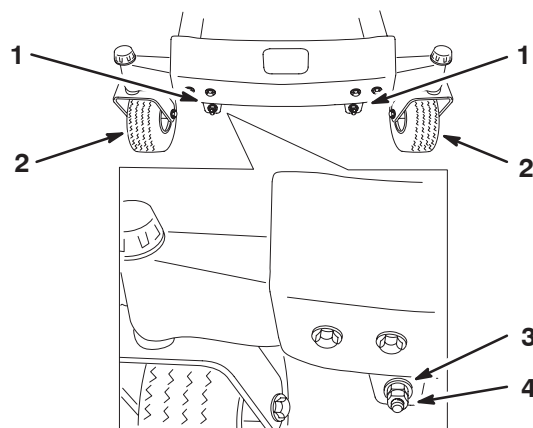
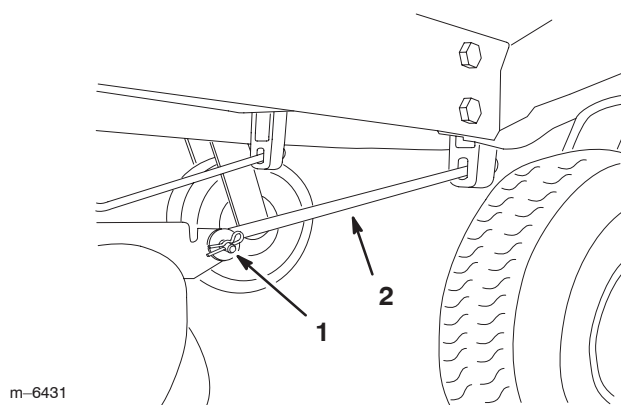

Figure 41
Figure 43
10. Pour régler l'inclinaison avant/arrière des lames, retirez les contre-écrous et tournez les écrous de réglage à l'avant du plateau de coupe (Fig. 41).
12. Après avoir réglé uniformément les deux écrous, contrôlez de nouveau l'inclinaison avant/arrière. Poursuivez le réglage des écrous jusqu'à ce que la pointe avant de la lame soit de 1,6 à 7,9 mm (1/16 à 5/16 pouce) plus basse que la pointe arrière (Fig. 41).
Remarque : Après avoir réglé les écrous de réglage, vérifiez qu'**aucune** des tige de support ne présente de **jeu** (Fig. 43). Serrez l'une ou l'autre pour supprimer le jeu (Fig. 41).
4. Retirez la goupille fendue et l'axe de chape de la tige de support avant de chaque côté du plateau de coupe (Fig. 43).
7. Fixez les tiges de support avant à la machine à l'aide des axes de chape et des goupilles fendues (Fig. 43).